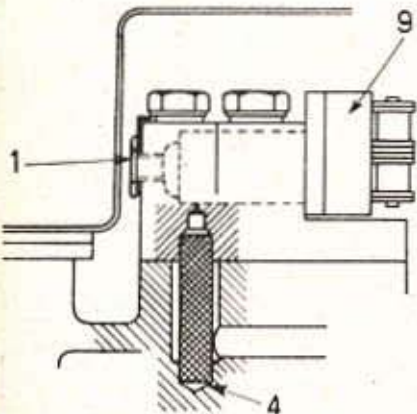

Fig. 18. — Mise en place du filtre d'arrivée d'huile au tendeur
Comprimer le ressort en position « désarmé » à l'aide de la clé Allen de 3 mm, en tournant à droite. Monter cet ensemble dans le corps du tendeur. Présenter le tendeur sur le bloc-cylindres en introduisant le filtre (4) dans le centrage de la canalisation d'arrivée d'huile (fig. 18).